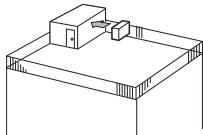

Fig. 2-4
- ① Usmerite izstopno odprtino za zrak v najboljšo steno približno 35 cm stran od stene. (Fig. 2-4)